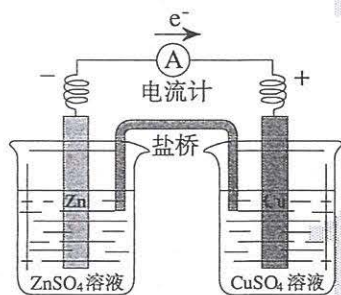

图4-1 锌铜原电池装置
如图4-1所示，将置有锌片的 $\text{ZnSO}_4$ 溶液和置有铜片的 $\text{CuSO}_4$ 溶液用一个盐桥①连接起来，然后将锌片和铜片用导线连接，并在中间串联一个电流表，观察现象。取出盐桥，观察电流表的指针有何变化。
实验表明，接通电路时，电流表的指针发生偏转，即电路中有电流通过。从上述装置中取出盐桥，电流表的指针又回到零点，即电路中没有电流通过。如图4-1所示的原电池叫做锌铜原电池，其中锌一端为负极，铜一端为正极。
(1) 图4-1所示的锌铜原电池工作时，电子在导线中的运动方向是怎样的？阴离子和阳离子在电解质溶液中的运动方向是怎样的？
(2) 锌铜原电池可看作由两个半电池组成，一个发生氧化反应，另一个发生还原反应。试分别写出两个电极上的反应及总反应的离子方程式。
① 盐桥中装有含KCl饱和溶液的琼胶。胶体不流出，离子可在其中自由移动。
请结合图4-1绘制反映原电池工作原理的示意图，并与同学交流。示意图要求包括以下内容：